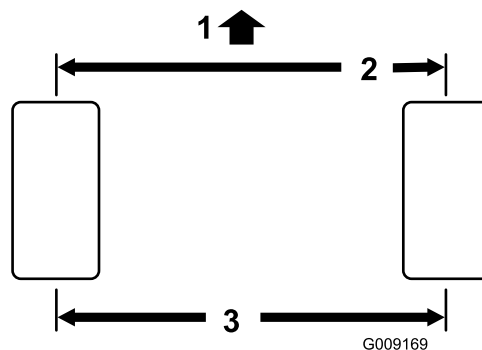

Рисунок 113
**Примечание:** Результат измерения на передней стороне должен быть на 3 мм меньше, чем результат измерения на задней стороне (Рисунок 113).